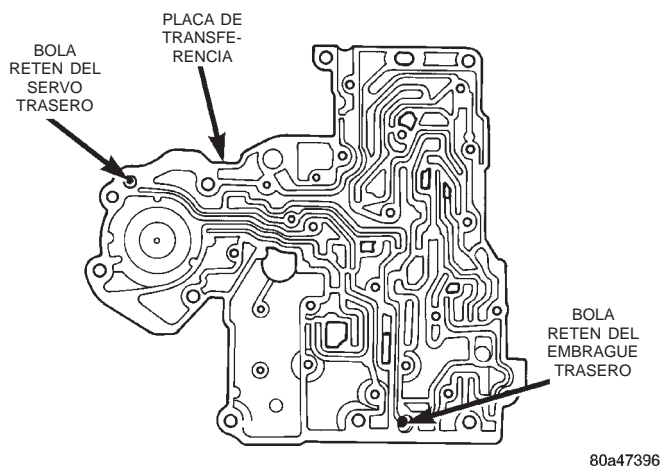

Fig. 60 Bolas retén del servo trasero y el embrague trasero
(22) Instale las bolas retén del servo del embrague trasero y el servo trasero en las cavidades correspondientes de la placa de transferencia (Fig. 60).